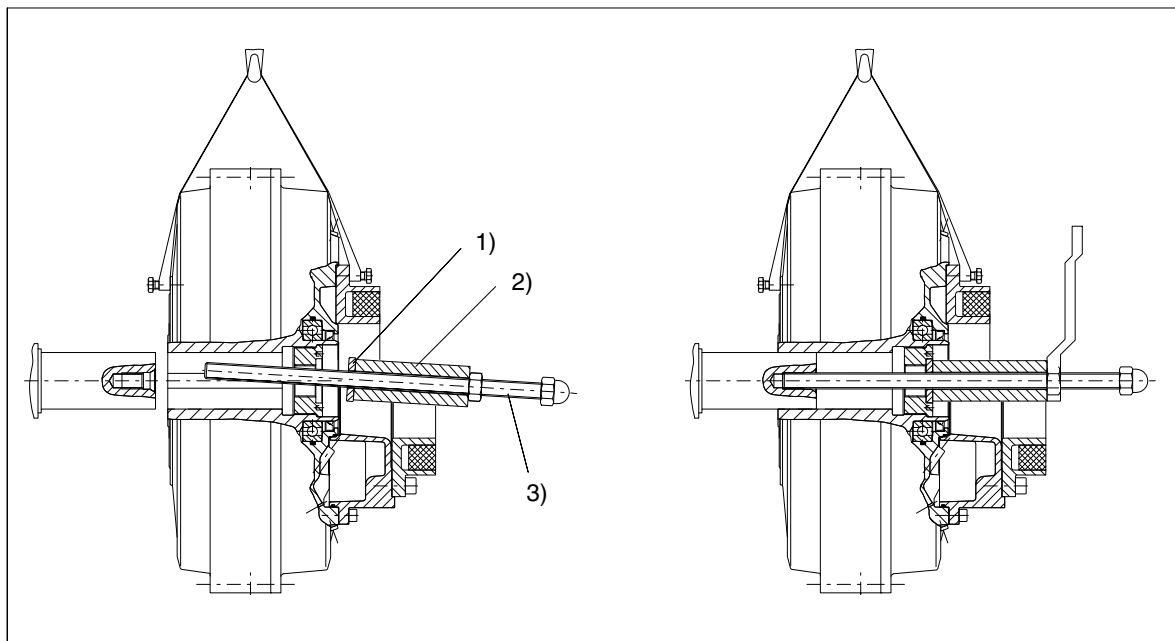

Bild 8: Aufsetzen der Kupplungsteile
- FLUDEX-Kupplung mittels Haltescheibe (140) und Spindel bis zur Anlage an der Wellenschulter aufziehen (siehe Bild 8).
- Die FLUDEX-Kupplung nach dem Aufziehen mittels Haltescheibe (140) und Halteschraube (141) oder Stellschraube axial sichern (siehe Punkt 6.1.3).